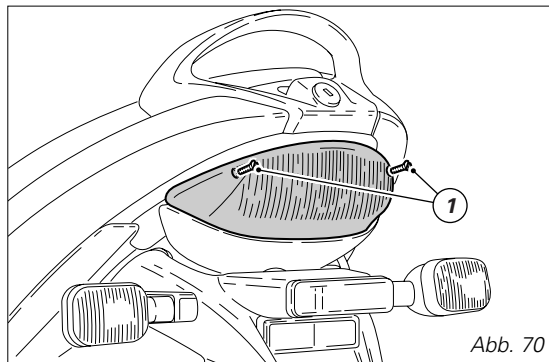
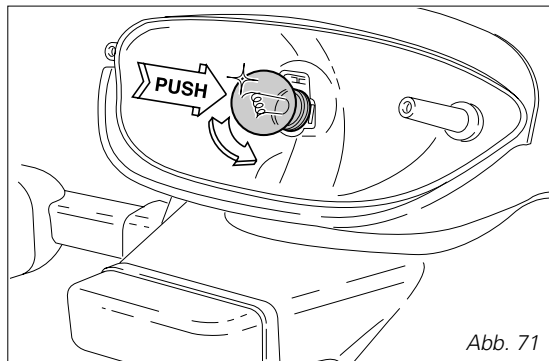

Abb. 70
Abb. 71
Für den Austausch der Brems- und Standlichtbirne, müssen die beiden Schrauben (1, Abb. 70), die das Rücklichtglas feststellen, gelöst werden. Das Glas abnehmen, dann die Glühbirne entfernen. Sie verfügt über einen Bajonettenanschluss und muss daher zum Entfernen in ihren Sitz eingedrückt und dabei gegen den Uhrzeigersinn herausgedreht werden. Die Glühbirne austauschen und im Uhrzeigersinn bis zum Einrasten in ihren Sitz (Abb. 71) eindrehen. Das Rücklichtglas montieren, dann die Schrauben (1) erneut anziehen.